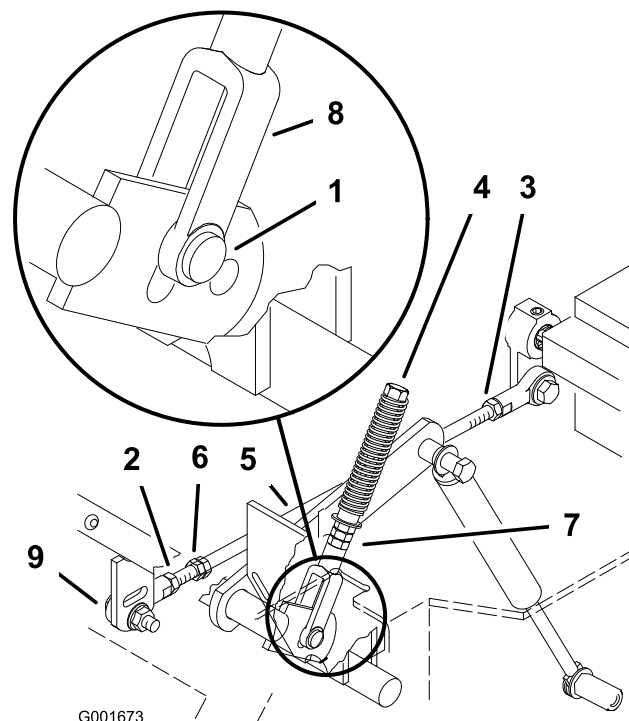

Bild 54
6. Ziehen Sie den Hebel zurück, bis der Lastösenbolzen (am Arm unterhalb des Gelenkschafts) das Schlitzende berührt (und soeben Druck auf die Feder ausübt) (Bild 54).
8. Sollte eine Einstellung erforderlich sein, lockern Sie die Mutter und die Klemmmutter gegen das Joch (Bild 54).
10. Ziehen Sie die Mutter und die Klemmmutter an (Bild 54).